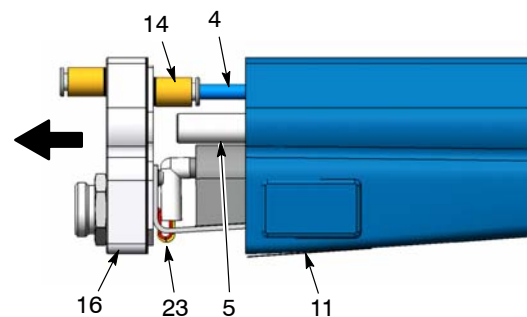

Fig. 24 Séparation du dissipateur thermique du boîtier
6. Voir la figure 24. Tirer sur le dissipateur thermique (16) pour le séparer du boîtier (11) et débrancher le tuyau à air (4) du raccord (14).
5. Voir la figure 24. Brancher le tuyau à air (4) au raccord (14), puis pousser le dissipateur thermique (16) en arrière contre le boîtier tout en ajustant le tube à poudre (5) à travers le dissipateur thermique. S'assurer que les fils du faisceau (23) ne sont pas coincés entre le boîtier (11) et le dissipateur thermique.